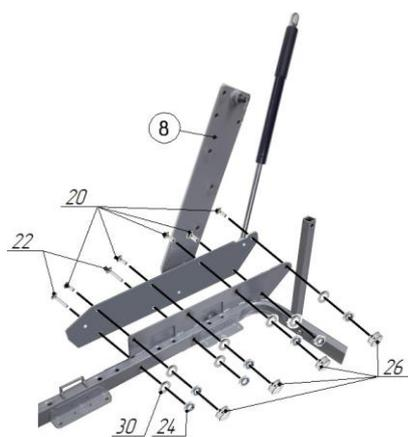

Рис.5.1 Слева
12. Соединить пластины механизмов и пластины рамы в соответствии с рисунками 5.1. и 5.2, используя винты М8х20 поз.20, М8х40 поз.22, гайки М8 со стопорным кольцом поз.24, шайбы $\varnothing 8 \times 18$ стальные поз.30 (рис.5.1, 5.2). На гайки винтов М8х20 надеть колпачки пластмассовые большие поз.26 в соответствии с рис. 5.1. и 5.2.